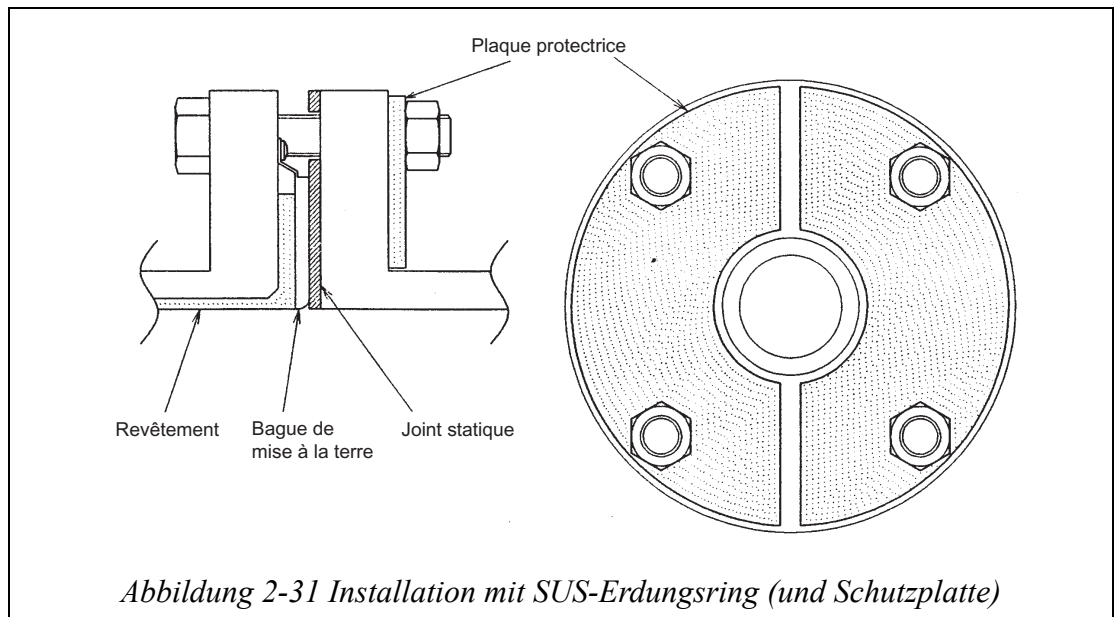

Abbildung 2-31 Installation mit SUS-Erdungsring (und Schutzplatte)
- Schutzplatte: Verwenden Sie eine Schutzplatte, wenn das Anziehen der Schrauben mit dem spezifizierten Drehmoment zu Verzug oder zu Schäden am PVC-Rohr führen kann. Das Platte muss aus Metall (zum Beispiel Edelstahl mit einer Dicke von mindestens 6 mm) bestehen, das sich beim Anziehen der Muttern nicht verformt. Die Form der Schutzplatte ist in Abbildung 2-31 dargestellt.
Installieren Sie die Schutzplatte an der Außenseite des PVC-Flansches wie in Abbildung 2-31 gezeigt. Die Schutzplatte schützt das PVC-Rohr vor Verformung oder Schäden, wenn die Schrauben mit dem spezifizierten Drehmoment angezogen werden. Das Drehmoment ist nicht vom Rohr- oder Erdungsring-Material abhängig. Das korrekte Drehmoment entnehmen Sie bitte Tabelle 2-5 auf Seite 2-26. Den Innendurchmesser der Dichtungen entnehmen Sie bitte Tabelle 2-6 auf Seite 2-28.
- Schutzplatte: Wenn das Anziehen der Schrauben mit dem spezifizierten Drehmoment zu Verzug oder zu Schäden am PVC-Rohr führen kann, ist eine Schutzplatte erforderlich. Verwenden Sie Edelstahl oder ein ähnlich hartes Metall mit einer Dicke von 1 mm oder mehr. Die Form der Schutzplatte ist in Abbildung 2-31 dargestellt.